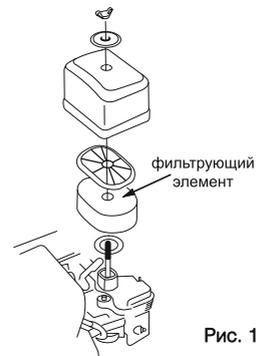

Рис. 15
- снять крышку фильтра, отвернув гайку (см. рис. 15);